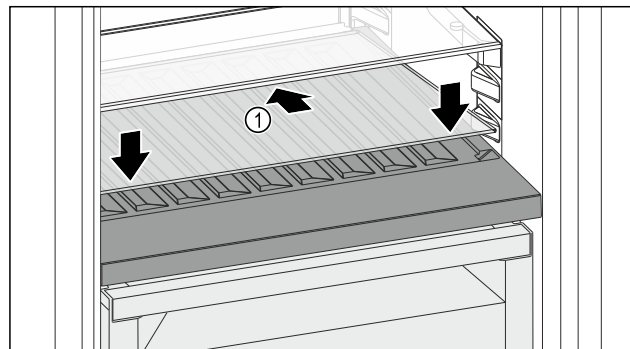

Fig. 99
- Glasplatte Fig. 99 (1) schräg und nach hinten unten geneigt ansetzen.
- Glasplatte Fig. 99 (1) vorne absenken.